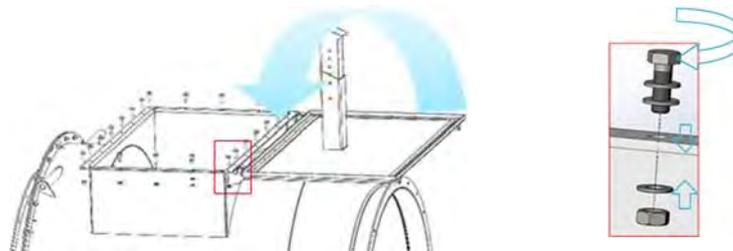

Abbildung 13 : Wartungsplatte schließen
Schritt 3: Schließen Sie die Wartungsplatte wie in Abbildung 13 dargestellt. Wenn nötig das Dichtungsband erneuern, damit es richtig luftdicht ist (15x5 EPDM Celrubber).